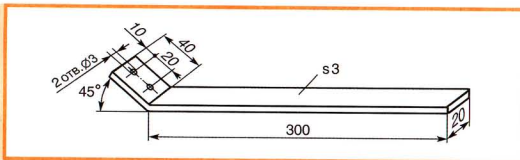

Рис. 86. Ручка совка хозяйственного
1. Посверлите отверстия в подвеске (см. рис. 59, а), ручке совка хозяйственного (рис. 86), крючке для вешалки (см. рис. 59, б) и других деталей, предварительно разметив их положение с помощью кернера.